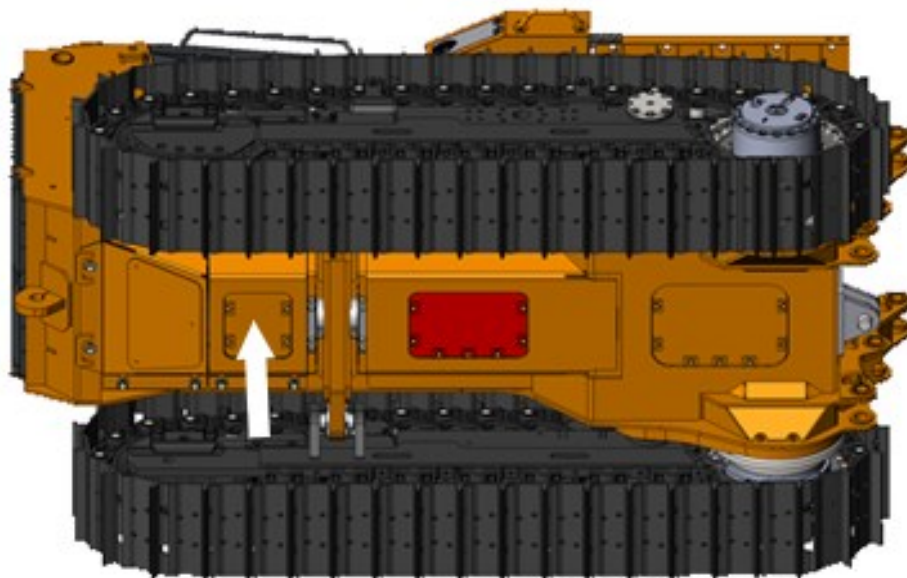

Рисунок 5.18. Съемная крышка передней брони
- ▶ Демонтировать крышку передней брони (рис. 5.18 Рисунок показано стрелкой).
- ▶ Предварительно очищенную крышку передней брони рис. 5.18 *Рисунок* установить на место.